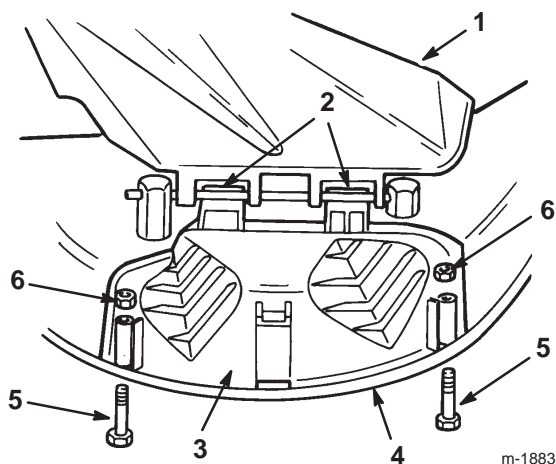

Bild 14
4. Drehen Sie die Auswurfkanalabdeckung über die Öffnung und auf die untere Lippe des Mähwerks herunter (Bild 14).
5. Befestigen Sie die Auswurfkanalabdeckung mit Schrauben und Muttern an der unteren Lippe des Mähwerks (Bild 14).